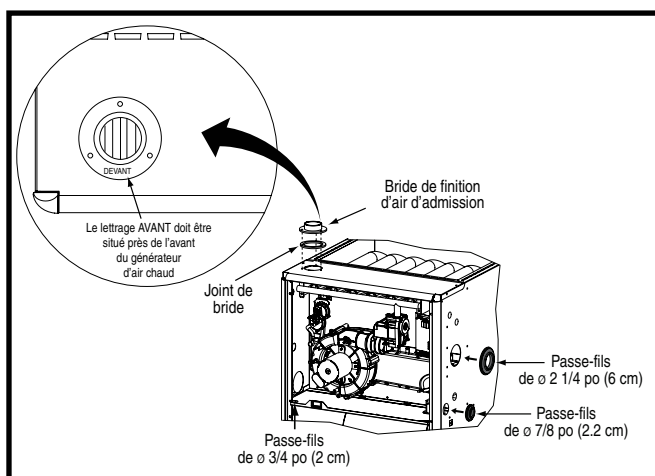
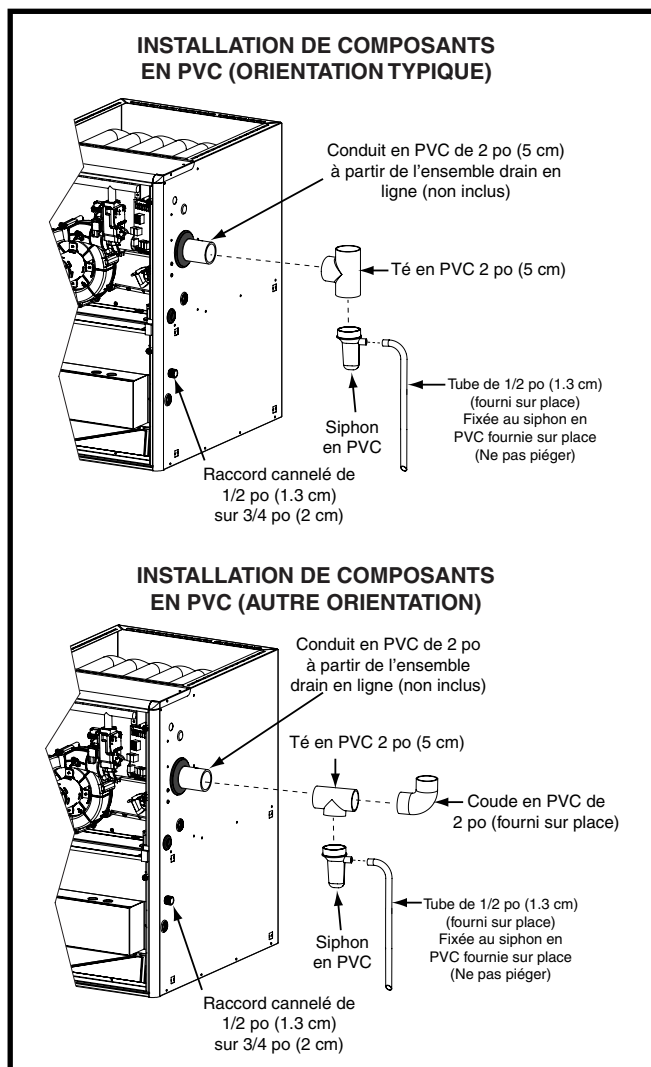

Figure 16. Bride de finition et passe-fils en caoutchouc
Figure 17. Composants en PVC
Les composants illustrés à la Figure 16 (page 18) et à la Figure 17 (page 18) sont inclus dans le sac de pièces supplémentaires fourni avec les générateurs d'air chaud *TE/*TN. Selon le type d'installation, certains de ces composants sont facultatifs et peuvent ne pas être utilisés. Veuillez vous reporter aux descriptions et aux figures d'accompagnement pour installer ces éléments.
2. Placer la bride de finition sur le dessus du joint d'étanchéité de bride. **REMARQUE:** S'assurer que la bride est bien orientée de façon à ce que le lettrage AVANT soit situé à proximité de l'avant du générateur d'air chaud, comme indiqué à la Figure 16.
Le passe-fils en caoutchouc de 2 1/4 po (5,7 cm) est utilisé pour assurer l'étanchéité de l'ouverture entre l'armoire du générateur d'air chaud et le conduit d'évent en PVC de 2 po (5 cm). Il faut installer le passe-fils en caoutchouc dans le trou de 3 po (7,6 cm) avant de sortir le conduit d'évent de l'armoire. Aucun produit d'étanchéité n'est requis. Consulter la Figure 16.
- Le conduit en PVC de 2 po (5 cm) illustré à la Figure 17 n'est pas fourni dans le sac de pièces supplémentaires.
Le té et le siphon en PVC de 2 po (5 cm) sont utilisés lorsque l'inducteur est orienté pour faire sortir l'évent du côté gauche ou du côté droit de l'armoire du générateur d'air chaud. Consulter la Figure 17.
1. Installer le té en PVC à la verticale sur le conduit d'évent de 2 po (5 cm) qui sort par le côté de l'armoire. Coller les deux éléments ensemble de façon permanente au moyen de l'apprêt et de la colle appropriés. Se reporter à l'orientation typique illustrée à la Figure 17.
1. Installer le té en PVC à l'horizontale sur le conduit d'évent de 2 po (5 cm) qui sort par le côté de l'armoire. Coller les deux éléments ensemble de façon permanente au moyen de l'apprêt et de la colle appropriés. Se reporter à l'autre orientation illustrée à la Figure 17.